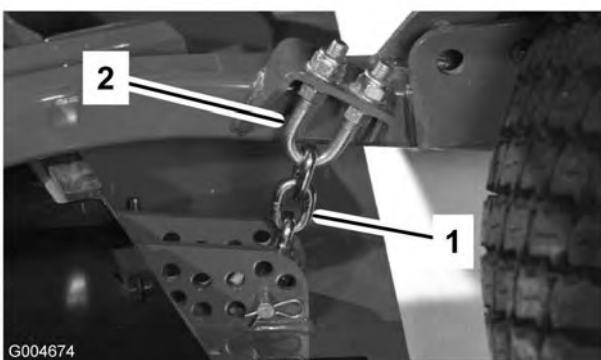

Figure 16
5. Enlevez la goupille fendue et l'axe de chape qui fixent les chaînes de hauteur de coupe à l'arrière du plateau de coupe (Figure 16).